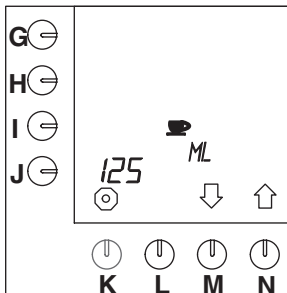

Abb. 34 Inhalt einer Tasse
- Drücken Sie auf die Wahl taste (N.) $\uparrow$, bis Abb.34 im Display erscheint.